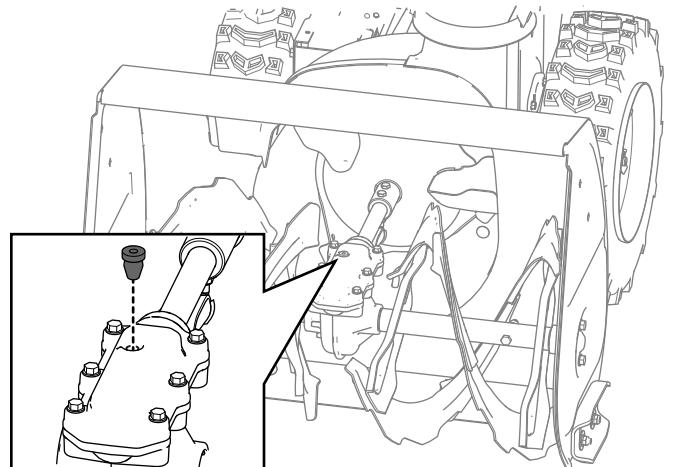

Figure 30
2. Nettoyez la surface autour du bouchon de tuyau et retirez le bouchon de tuyau du boîtier d'engrenages (Figure 30).